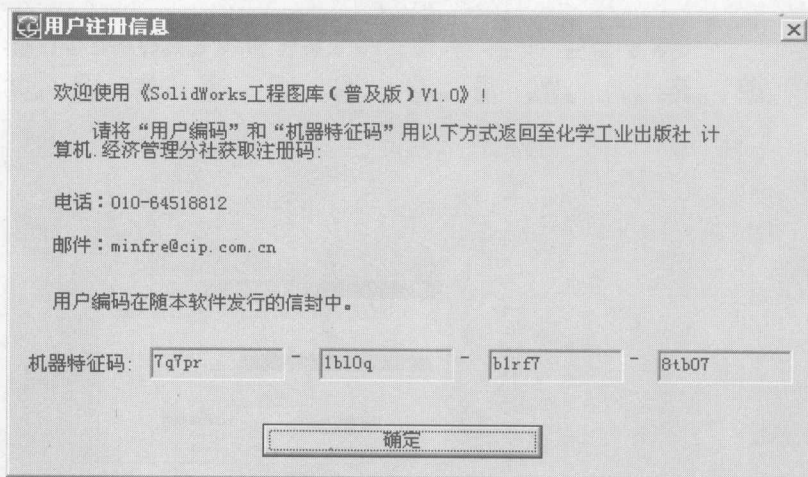

图 1-10 “用户注册信息”对话框
(9) 安装程序弹出“用户注册信息”对话框,如图 1-10 所示。
安装完成后, 将如图 1-10 所示的机器特征码和随书发行的信封中的用户编码通过 E-mail (minfre@cip.com.cn)、电话 (010-64518812) 或传真 (010-64548821) 发送至化学工业出版社计算机·经济管理分社索取注册码, 完成注册。